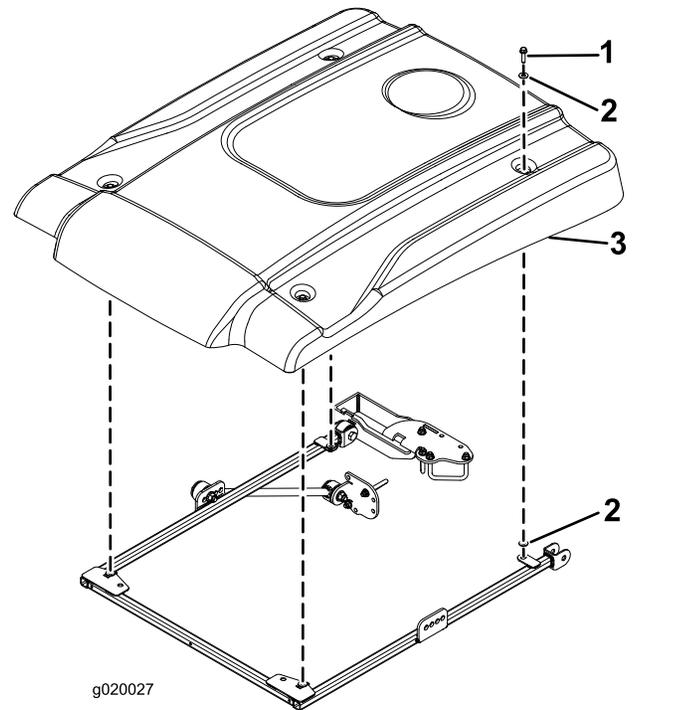

Bild 16
15. Positionieren Sie das Sonnendach beim Ausfluchten der Befestigungslöcher am Rahmen wie in Bild 16 abgebildet.
16. Befestigen Sie jede Ecke des Sonnendachs lose mit einer Bundkopfschraube ($5/16$ " x $1\frac{1}{2}$ ") und zwei kleinen Scheiben am Rahmen (Bild 16). Legen Sie eine Scheibe an jeder Seite der Gummidichtung des Sonnendachs auf.